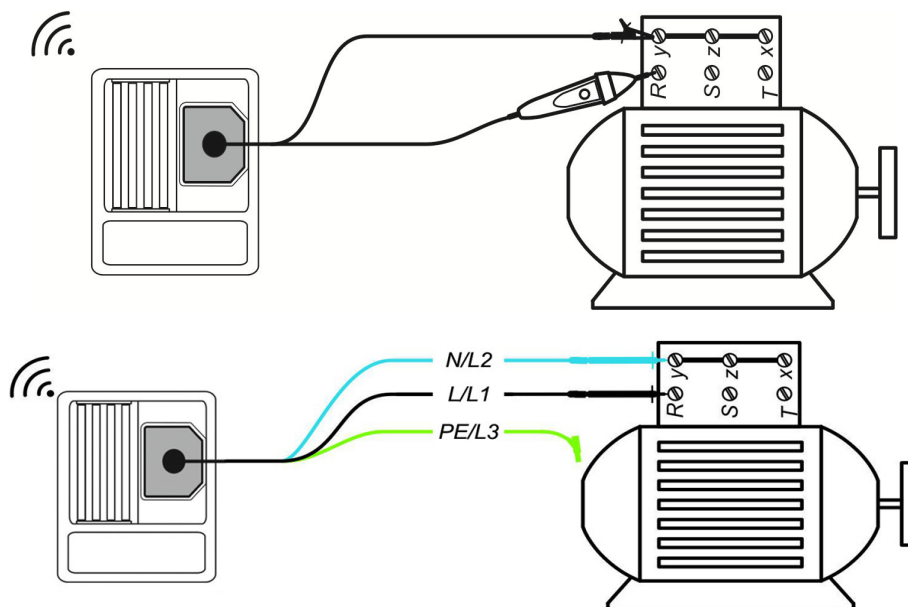

Abbildung 5.11: Anwendung der optionalen Commander-Prüfspitze und 3-Leiter-Prüflleitung
- ❑ Kontaktieren Sie die Prüflleitungen an das Prüfobjekt (siehe Abbildung 5.11).